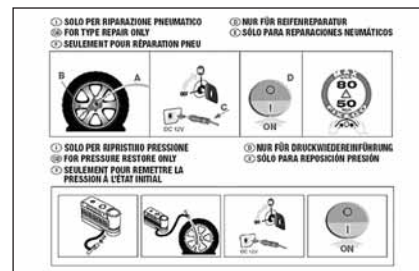

fig. 12
- ☐ un folleto (ver **fig. 12**) con las instrucciones para emplear correctamente el kit de reparación rápida, entregado al personal que deberá reparar el neumático;